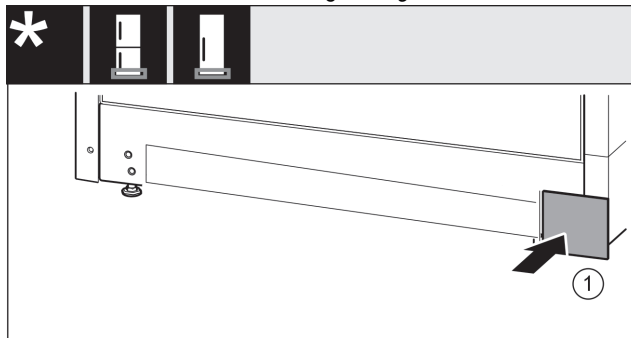

Fig. 17
- ▶ Uzlieciet atpakaļ pārsegu otrajā pusē. Fig. 17 (1)